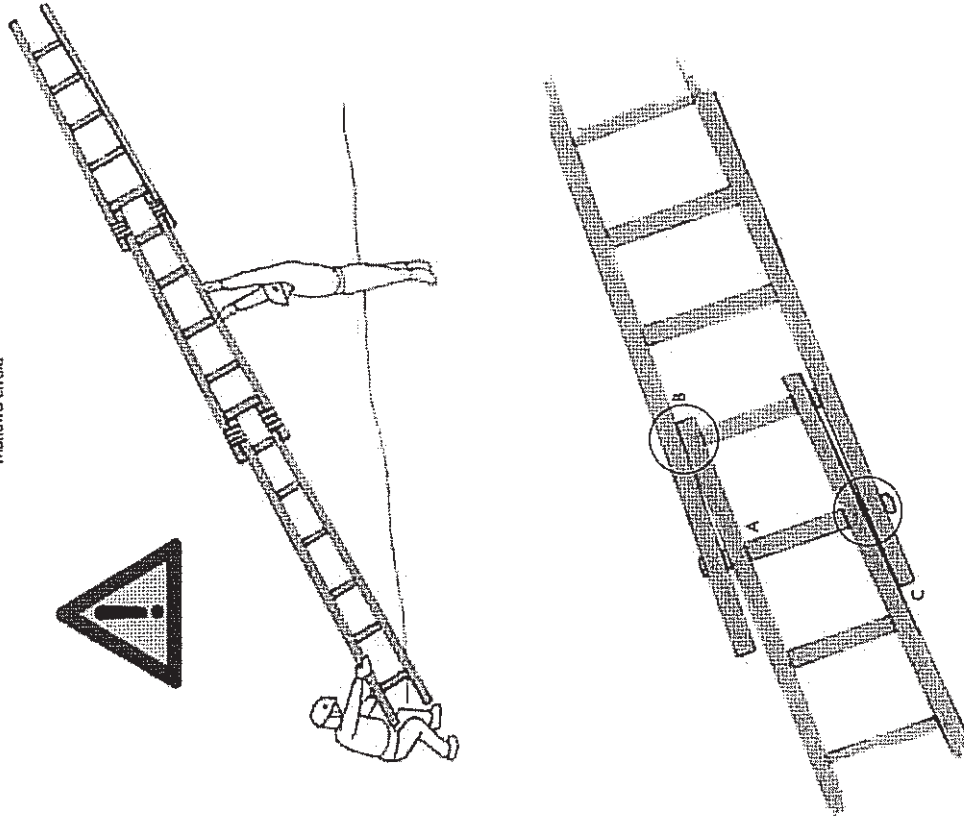

Fig. 36 - Manovra errata di sollevamento di tratti di scala già montati al suolo
- quando occorre di dover sollevare dei travi di scala già montati al suolo, specie allorché si tratta di sollevare più di due tronchi, l'operazione non va mai effettuata disponendo la scala di costa (fig. 36). La manovra è errata, perché si può provocare la rottura del montante nel punto di innesto tra il primo e il secondo tronco. Inoltre essendo il baricentro superiore al punto di appoggio della mano del lavoratore, la scala tende a ruotare e ciò provoca la distorsione del palo.